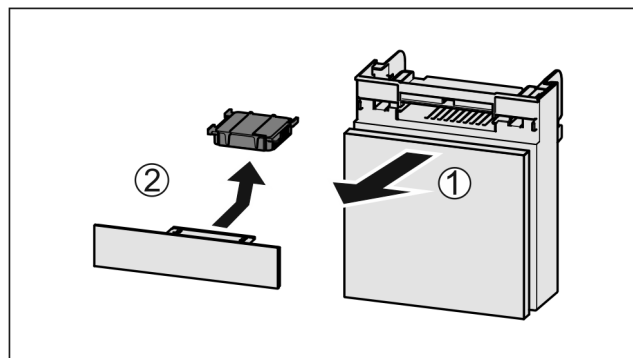

Fig. 202
- Tërhiqni kutinë nga përpara Fig. 202 (1).
- Hiqni filtrin me karbon aktiv Fig. 202 (2).